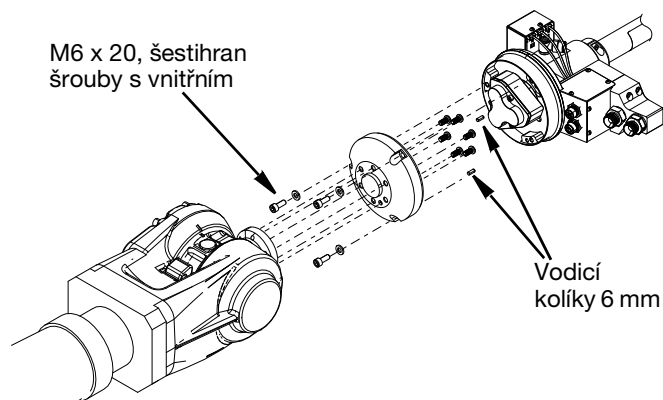

FIG. 2
2. Upevňovací příruba je pak připevněna k tělesu pistole Switch 3D pomocí tří šroubů s vnitřním šestihranem M6x20. Dotáhněte na moment 98,2 in-lbs (11,1 N•m). Je důležité zajistit, aby byly vodící kolíky 6 mm dodané se sadou zasunuty do správných míst. Viz FIG. 2.